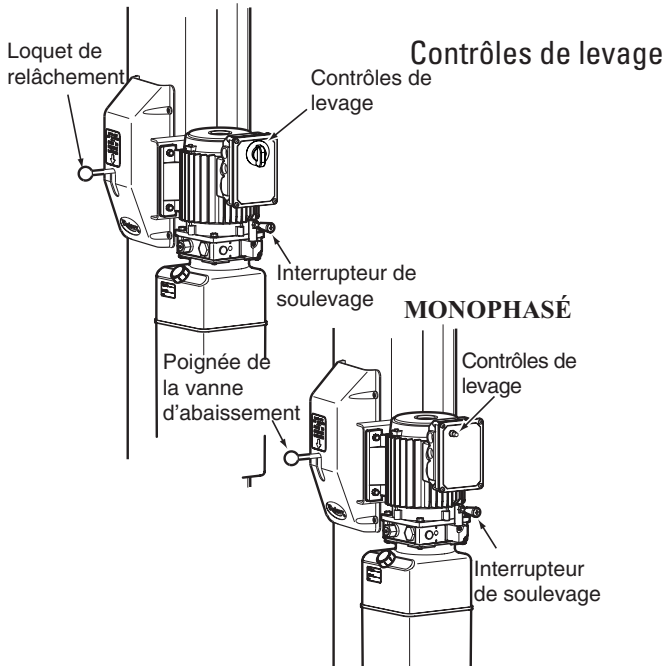

Figure 3
- A. Pousser L'INTERRUPTEUR DE MONTÉE sur l'unité de puissance, Figure 3.
D. Poussez la poignée de la valve de DESCENTE vers le bas, Figure 3.